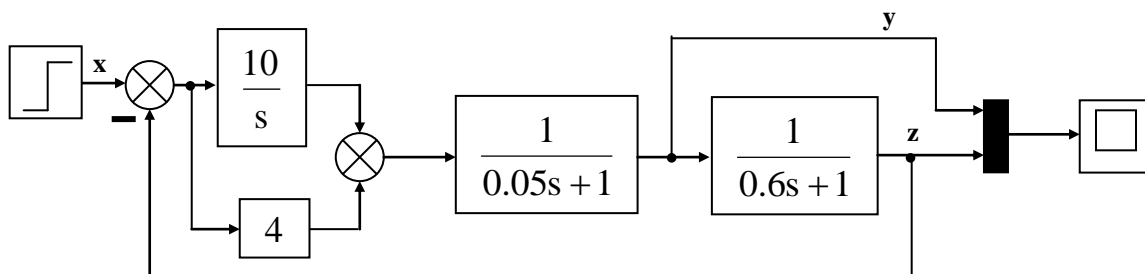

Рис.3.6. Структурная схема системы автоматического управления.
**Задание 1.** Создайте в окне *Lab1Window* модель системы, структурная схема которой показана на рис.3.6 Установите параметры задающего сигнала *x*, как показано на рис.3.7. Установите время моделирования 0...2 секунды и шаг расчета 0,002 с. Запустите моделирование и раскройте окно индикатора. Определите максимальные значения величин *y* и *z*. Сохраните файл модели. Закройте окно модели, а затем снова загрузите его из файла. Сохраните изображение модели в графическом файле.